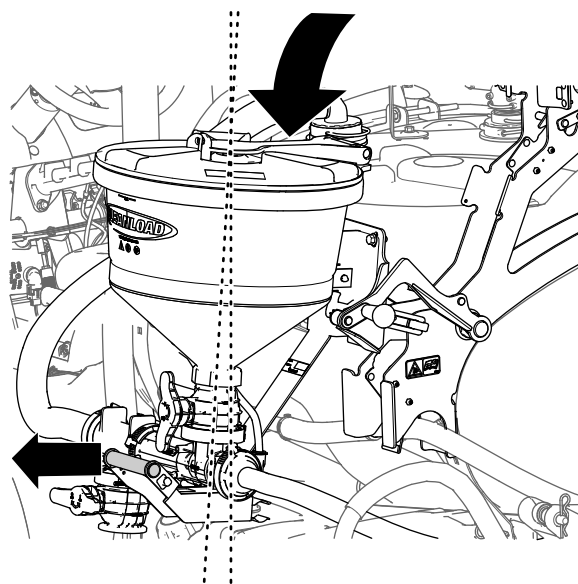

Figura 39
4. Abbassate completamente il nebulizzatore mantenendo la relativa stegola leggermente verso l'esterno (Figura 39).
2. Sollevate il nebulizzatore mantenendo la relativa stegola leggermente verso l'esterno (Figura 39).